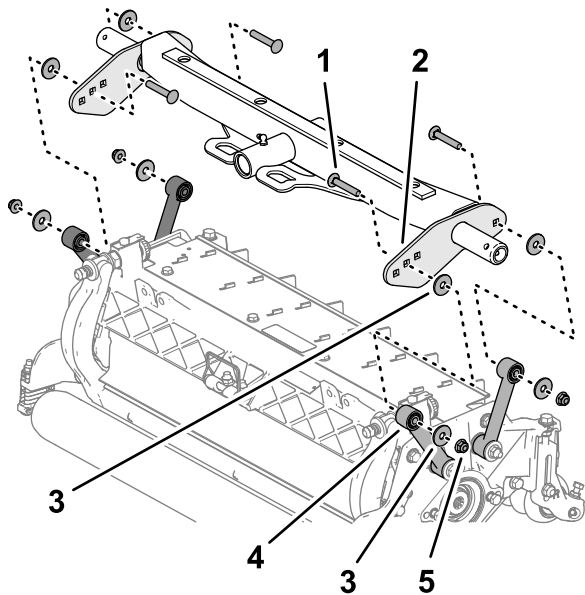

Рисунок 18
- Установите шайбу между несущей пластиной и тягой (**Рисунок 18**) и соедините пластины и проставку, не затягивая, с помощью